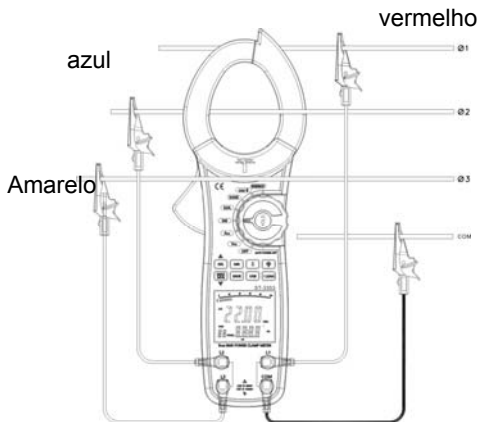

Figura 6
3. Método de conexão (veja figura 6, 7, 8).
Ao medir os 4 fios da fase 3, conecte o medidor como na figura 6.
Na figura 6 $\Sigma W = W1 + W2 + W3$.
3. O método de conexão dos 4 fios da fase 3 ou dos 3 fios da fase 3, consulte à figura 6 e 15.